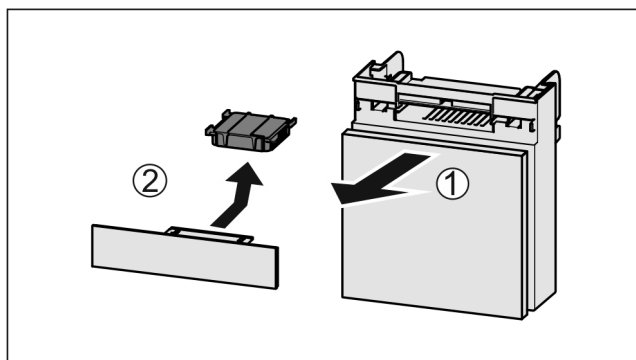

Fig. 82
- ▶ Vytiahnite zásuvku smerom dopredu Fig. 82 (1).
- ▶ Vyberte aktívny uhlíkový filter Fig. 82 (2).